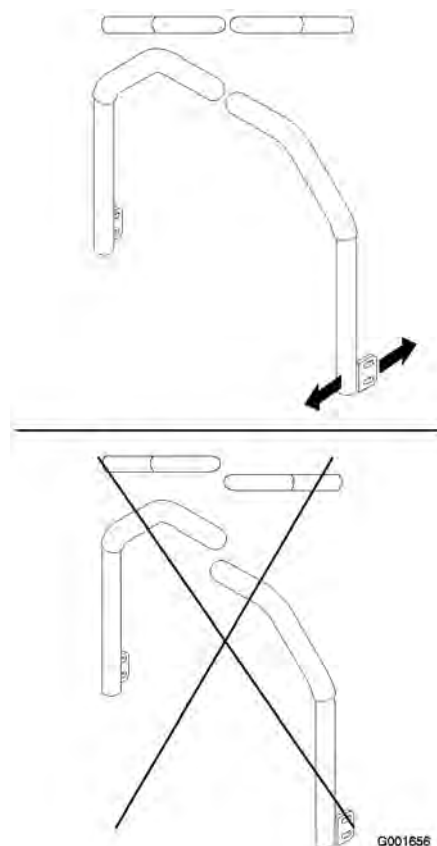

Figura 49
4. Allineate le leve latitudinalmente portandole assieme in folle e fatele scorrere finché non sono allineate, quindi serrate i bulloni (Figura 49).